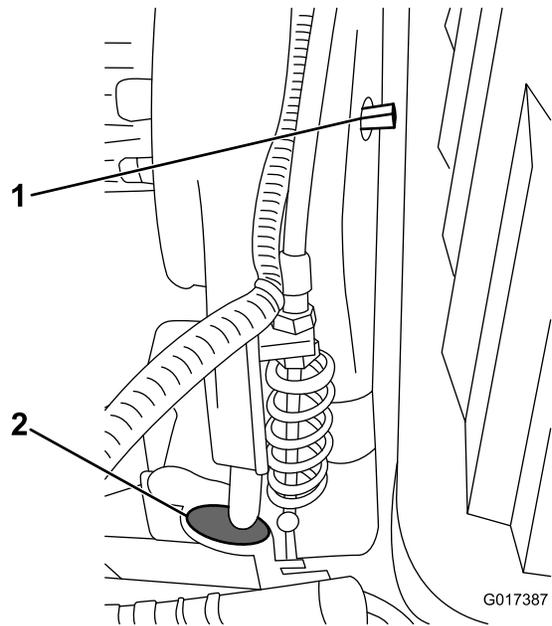

Figure 43
Retirez l'obturateur en caoutchouc (Figure 43) qui occupe le trou à l'avant de la transmission si l'accès à l'embrayage de cylindre est requis.
La courroie de transmission est tendue par une poulie rappelée par ressort. Pour engager/désengager la tension de la courroie, utilisez une clé de 3/8 pouce pour tourner l'arbre d'engagement/désengagement (Figure 43) à la position voulue. Tournez l'arbre de 1/4 de tour dans le sens horaire pour désengager la poulie de tension de la courroie (Figure 44).
**Remarque:** Retirez l'obturateur en caoutchouc (Figure 43) qui occupe le trou à l'avant de la transmission pour observer l'embrayage.